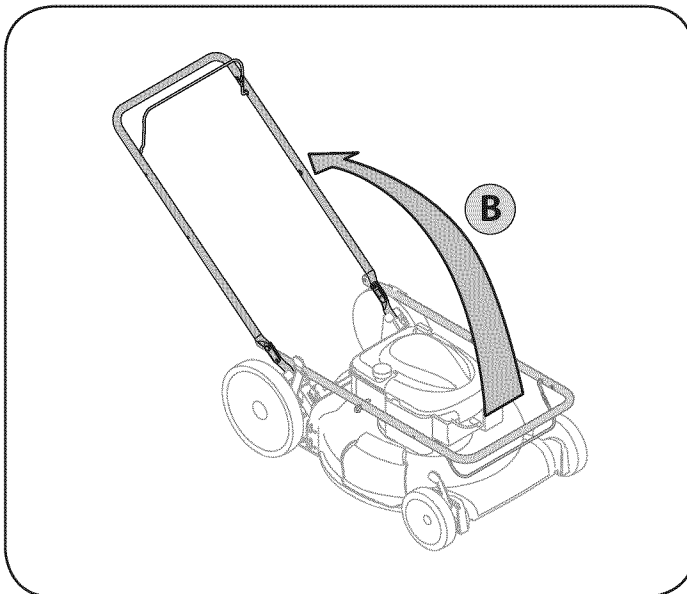

Figura 2
- B. Si bien la estabilización de cortacésped por lo que no se mueve, pivote esa superior como se muestra en la figura 2. No engarzado cable mientras levanta la palanca hacia arriba.